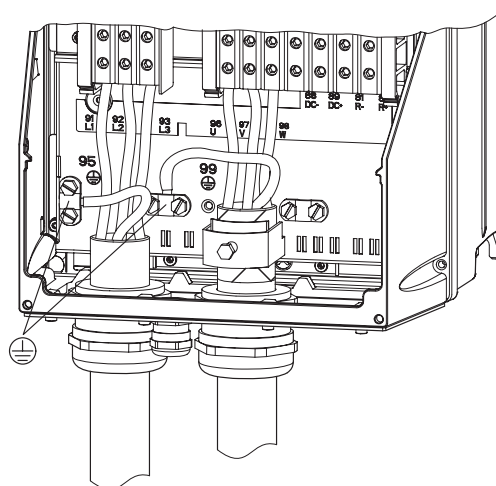

Рис. 26 Подключение питания и двигателя, С1 и С2
1. Подключите заземляющий провод к клемме 95 (PE). См. рис. 26.
1. Подключите заземляющий провод к клемме 99 (PE). См. рис. 26.
2. Подключите провода питания электродвигателя к клеммам 96 (U), 97 (V), 98 (W).